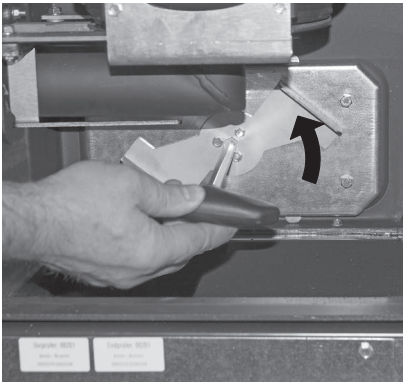

Fig. 41 Ruotare la maniglia in senso antiorario
- ▶ Applicare il coperchio delle superfici riscaldanti e ruotare la maniglia in senso antiorario fino in battuta – Fig. 41.